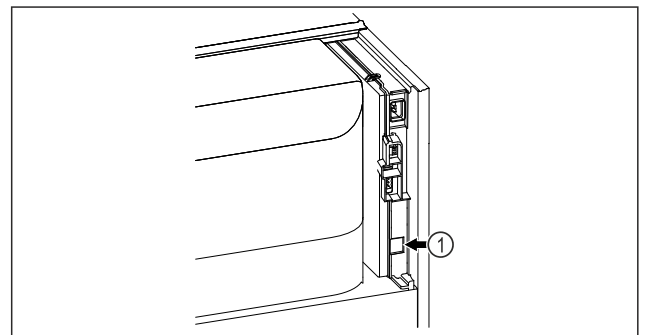

Fig. 95
- SmartModule Fig. 95 (1) on asennettu.